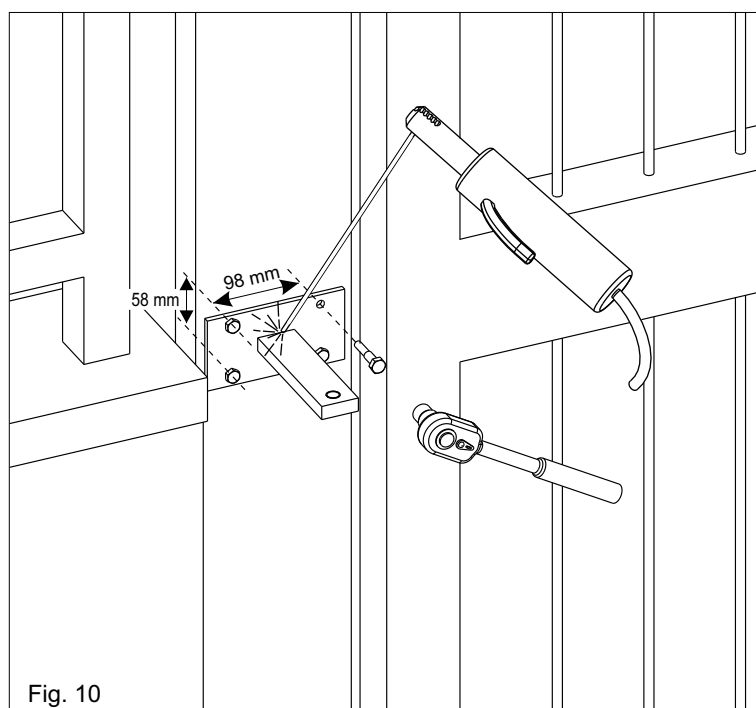
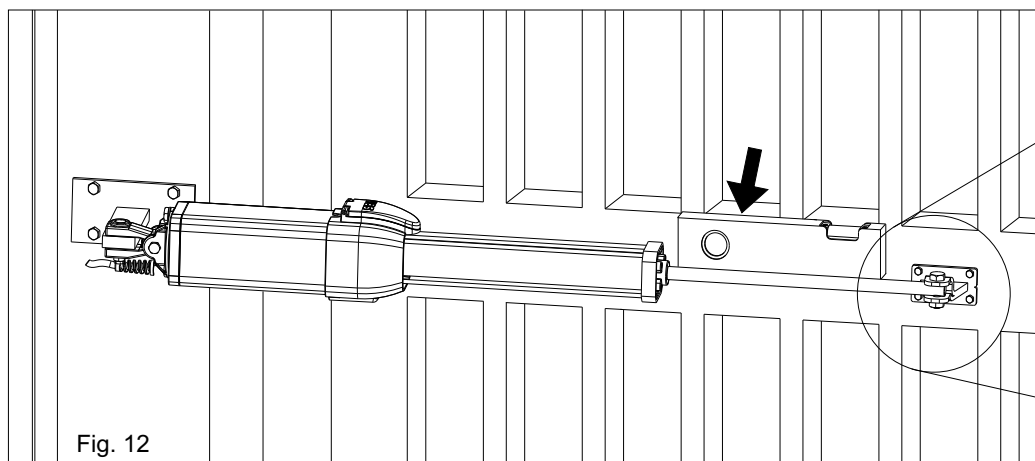

Fig. 10
Fig. 12
Selon le type d'ouverture (intérieure ou extérieure) et la rotation maxie du vantail choisie (voir pag. 29), il faut couper (en avant) la bride en respectant le quota "a" de pag. 29 et après souder comme dans fig. 10.
Le support doit être positionné de façon que l'opérateur est parfaitement horizontal (Fig.10, Fig.12).
- 4) Positionner l'opérateur de façon parfaitement horizontal donc marquer la position de l'attaque antérieur (Fig. 12)